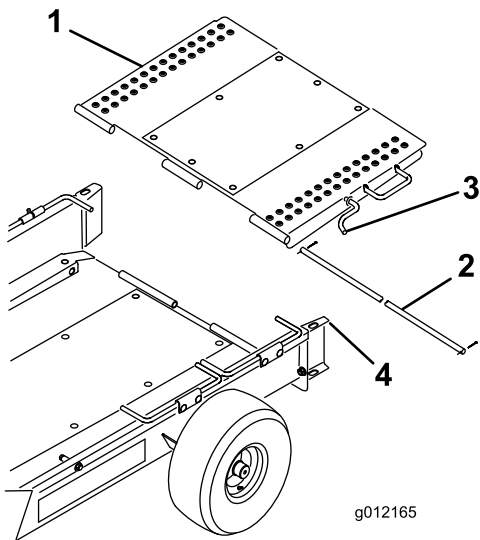

Figure 4
- Montez la rampe à l'arrière du plateau de la remorque avec la tige d'articulation et 2 goupilles fendues (Figure 4).
- Faites pivoter la rampe de la remorque vers le haut et accrochez le verrou de la rampe dans le trou au sommet du guide de roue (Figure 4).
7. Faites pivoter la rampe de la remorque vers le haut et accrochez le verrou de la rampe dans le trou au sommet du guide de roue (Figure 4).